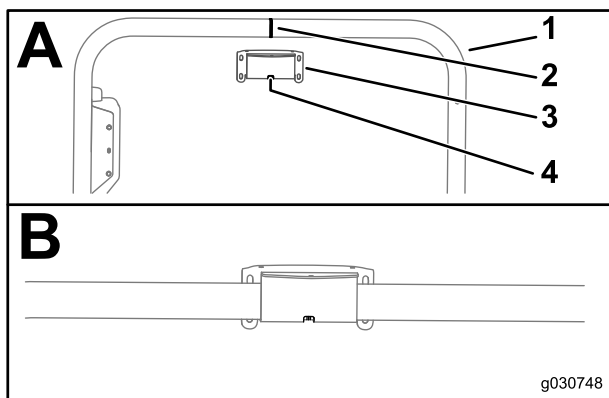

Рисунок 148
1. Совместите паз в центре крепления приемника со сварным швом на осевой линии трубы конструкции защиты оператора при опрокидывании машины (ROPS) (Рисунок 148).